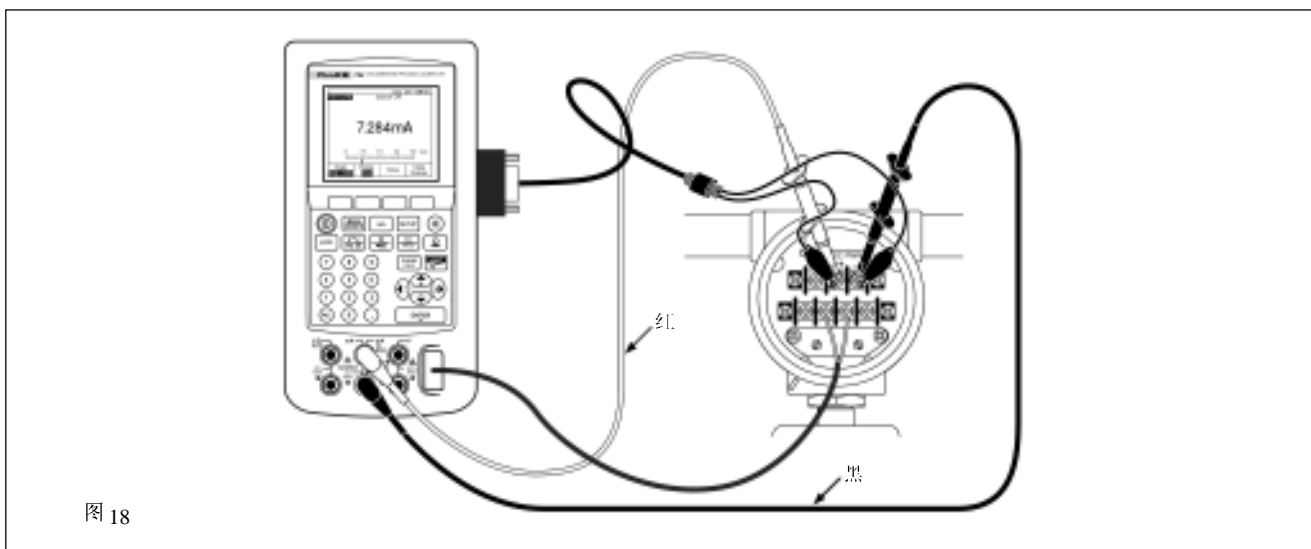

图 18
7. 选择 Output Trim，并按 ENTER 键。主变量 (PVAO) 的数值将出现在显示屏的右上角 (图 18)。这通常是一个 4mA 的信号。福禄克公司 744 正在测量的 mA 值 (一个
这个例子假定变送器与过程隔离，并且在电气上不连到回路电源。按照图 18 中的电路图进行变送器的基本连接。HART 通讯连接的极性正反关系不大。由于 744 经过其 mA 插口已经在 24V 回路电源中串联了一个电阻器，所以不需要再单独使用 250Ω 电阻器。在此例子中采用一个 K 型热偶变送器，其输入量程为 0-100℃，4-20mA 输出，测试误差为 0.25%。